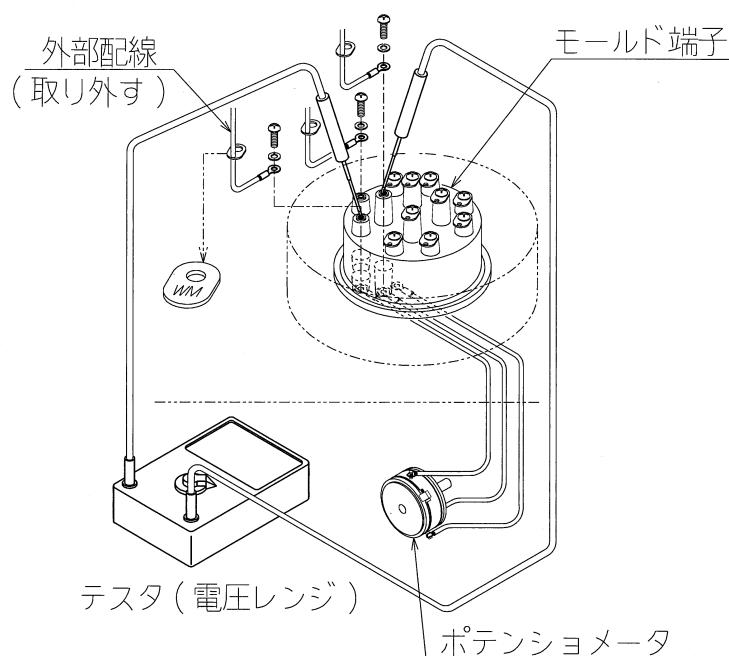

図8：ポテンショメータの点検
#### (1) ポテンショメータの点検方法（図8参照）
- ①コントロールモータを電動動作で全閉位置とし電源を遮断します。
- ②端子箱カバーを外し、端子BM, RM, WMに接続されている外部配線を解線します。
③ポテンショメータのWM端子に（-）、BM端子に（+）とし、DC 5 Vを印加してください。